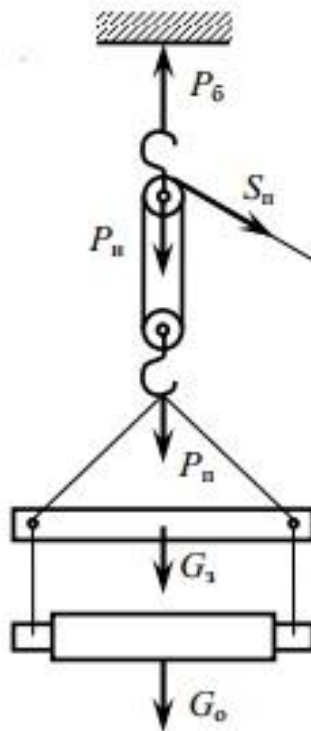

Рисунок5 - Расчётная схема полиспаста, расположенного вертикально.
25. Рассчитать и подобрать полиспаст для подъёма горизонтального цилиндрического ротора электрической машины массой 7 т с помощью траверсы массой $G_3 = 1 \text{ т}$ на высоту 12 м (рис. 5).